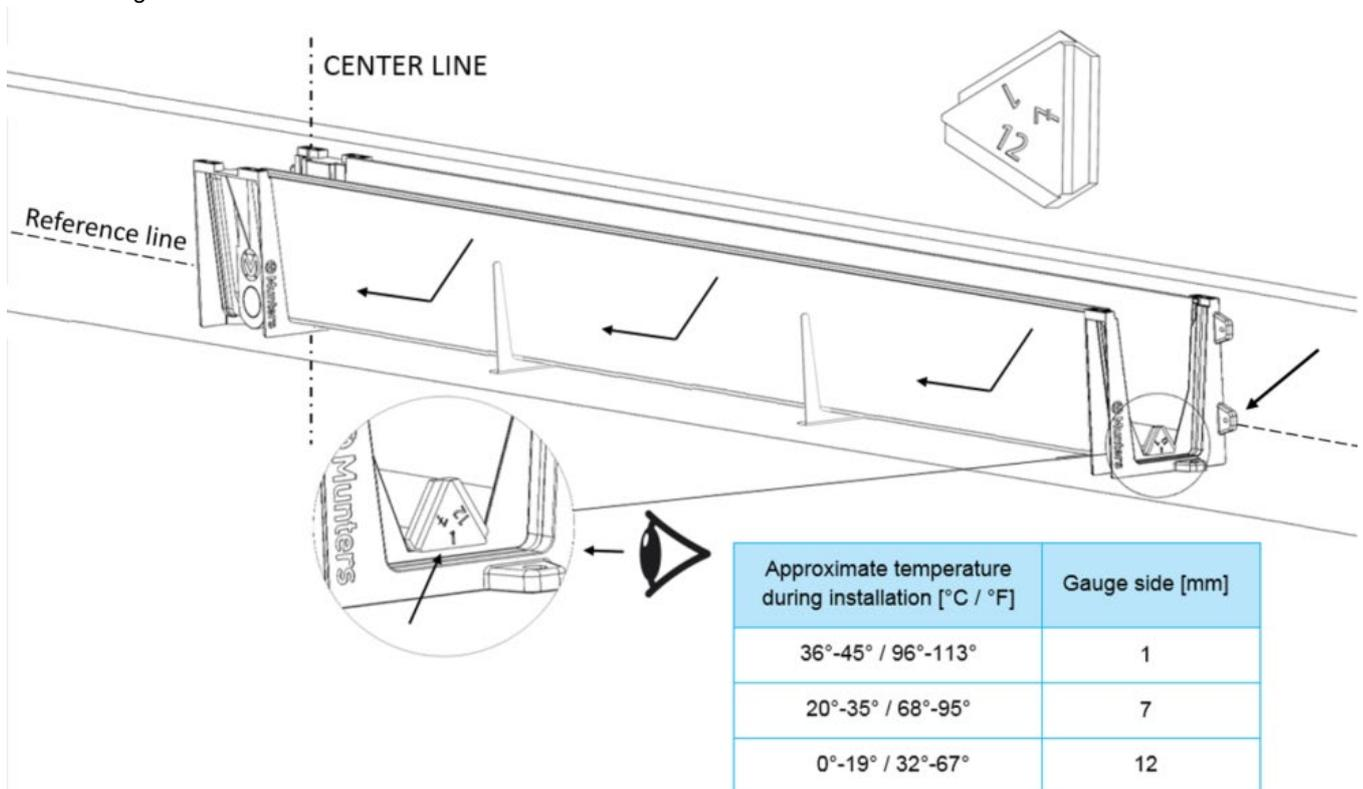

Figura 7
Posizionare la staffa esterna [ref. 4], utilizzando come riferimento la canalina inferiore corta 2850mm [ref. 2] e il calibro per l'installazione (Gauge) [ref. 3 / Strumenti di Assemblaggio]. Vedere Figura 7.